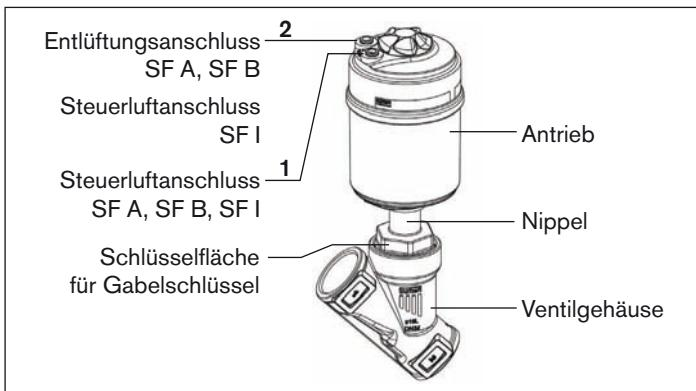

Bild 22: Teilebezeichnung
- Bei **Steuerfunktion A und I** den Steuerluftanschluss **1** mit 6 ... 8 bar beaufschlagen (siehe „Bild 22: Teilebezeichnung“).
- Bei **Steuerfunktion B** den Steuerluftanschluss **2** mit 6 ... 8 bar beaufschlagen (siehe „Bild 22: Teilebezeichnung“).